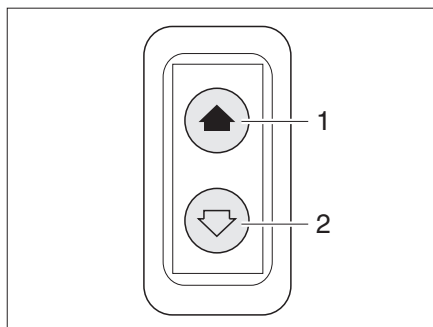

Fig. 27 Interruptor para el elevalunas eléctrico
El vehículo está equipado con un elevalunas eléctrico (Fig. 27) en el lado del conductor.
*Abrir:* ■ Pulsar la parte inferior del conmutador (Fig. 27,2).
*Cerrar:* ■ Pulsar la parte superior del conmutador (Fig. 27,1).